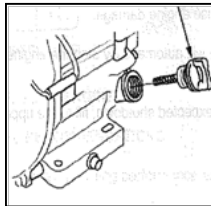

Fig.7
- Dévissez le bouchon jauge et retirez le. Fig 7